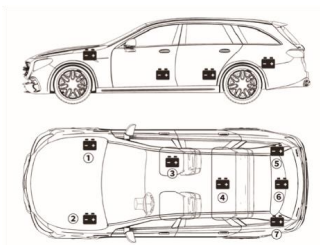

Figura 3.1.1
- 1) A maioria dos modelos de veículos coloca a bateria no compartimento do motor, sob o capô, em um dos cantos dianteiros. Consulte a localização da bateria ① e ② na Figura 3.1.1.
- 2) Para equilibrar a distribuição desigual de peso, alguns fabricantes colocam a bateria no porta-malas. Veja a localização da bateria ⑤ , ⑥ e ⑦ na Figura 3.1.1. Neste caso, a bateria pode ter uma tampa plástica que deve ser removida antes de qualquer teste ser realizado.
- 3) Em alguns modelos, a bateria pode ser armazenada embaixo do banco traseiro. Veja a localização da bateria ④ na Figura 3.1.1.
- 4) Para outros veículos, a bateria estará localizada embaixo do banco do passageiro. Veja a localização da bateria ③ na Figura 3.1.1.